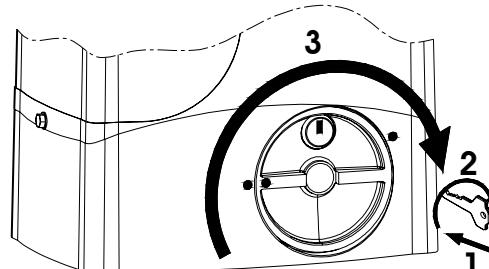

Fig.28
1) Introduire la clé spécifique fournie et la tourner dans le sens des aiguilles d'une montre d'après la Fig. 28 réf. 1 et 2.
2) Tourner le système de déverrouillage dans le sens des aiguilles d'une montre jusqu'à l'arrêt mécanique, Fig. 28 réf. 3.